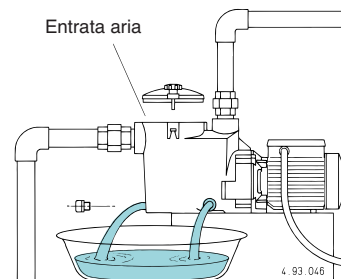

Fig. 4 Scarico
**Se la pompa rimane inattiva per lunghi periodi o se esiste il pericolo di gelo, deve essere svuotata completamente** togliendo i due tappi di scarico con le guarnizioni O-ring riutilizzabili (**fig. 4**).
Prima dello smontaggio svuotare il corpo pompa (vedere fig. 4 e capitolo 10.). Per lo smontaggio e il rimontaggio osservare la costruzione sul disegno in sezione (capitolo 12.).